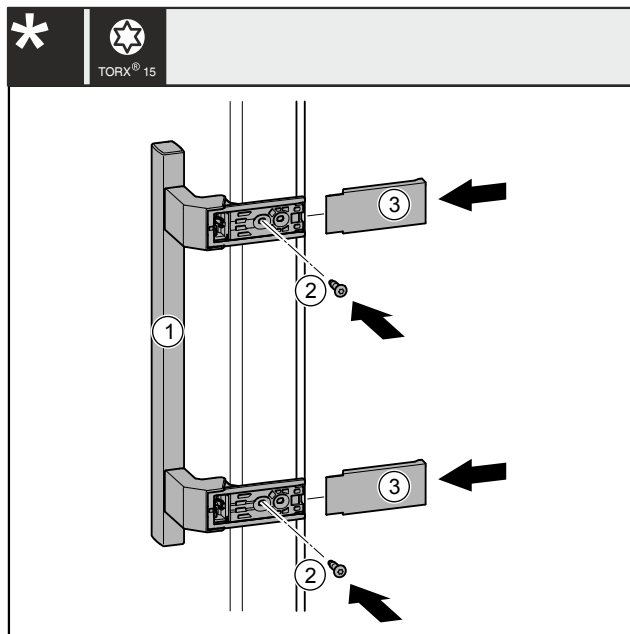

Fig. 41
- Установите ручку Fig. 41 (1) на противоположной стороне.
- Затяните винты Fig. 41 (2) отверткой.
- Установите крышки Fig. 41 (3) сбоку и надвиньте их, чтобы защелкнуться.